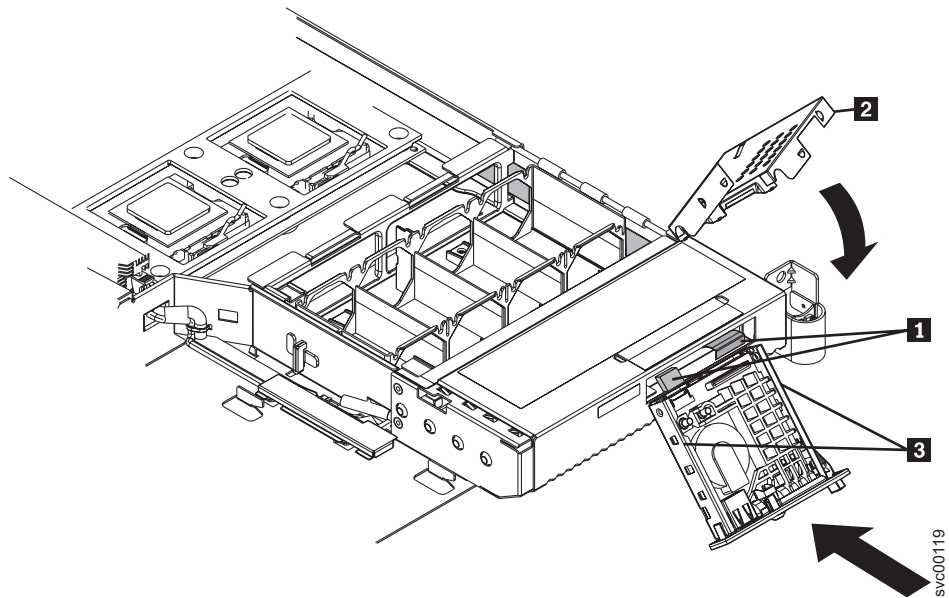

図 225. オペレーター情報パネルの交換
1. アセンブリーの後部 **1** に 2 本のケーブルを接続します。270 ページの図 225 を参照してください。